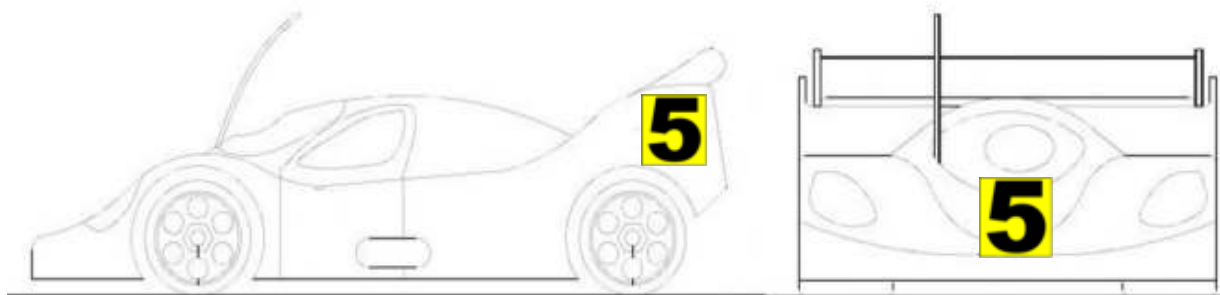

Figura 17: Disposizione numeri gara 1/8 GT
6.1.12 **Disposizione numeri di gara GT:** prima della partenza delle manche di qualifica e delle fasi finali i Piloti sono obbligati a posizionare sulla propria carrozzeria i numeri di gara, consegnati dagli Organizzatori, con la disposizione mostrata in Figura 17, al fine di garantire una maggiore visibilità da parte della Direzione di Gara. La non corretta posizione dei numeri gara comporta il richiamo del modello del Pilota, da parte del Direttore di Gara, in modo tale che questi li disponga come da Regolamento (vedi Figura 17).